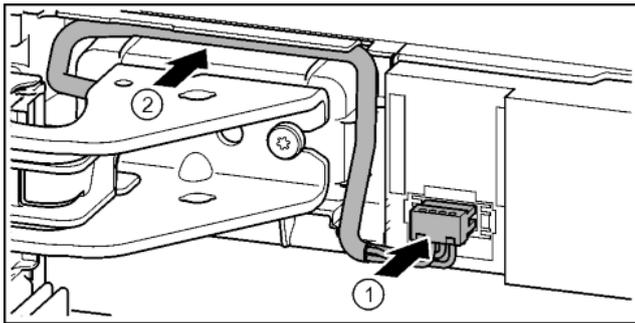

Fig. 34
- ▶ Stecker über oberen Lagerbock einrasten und Kabellitzen vorsichtig in Kanal legen. Fig. 34 (1)
- ▶ Graues Kabel vorsichtig in der Führung über dem oberen Lagerbock verlegen. Fig. 34 (2)